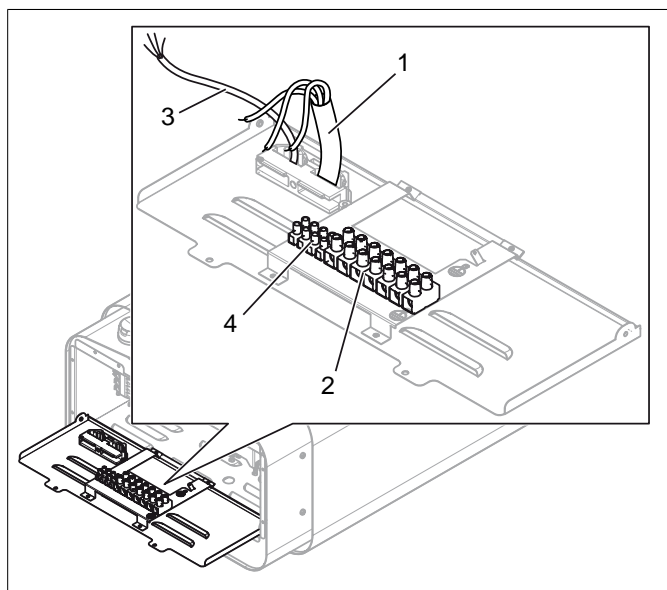
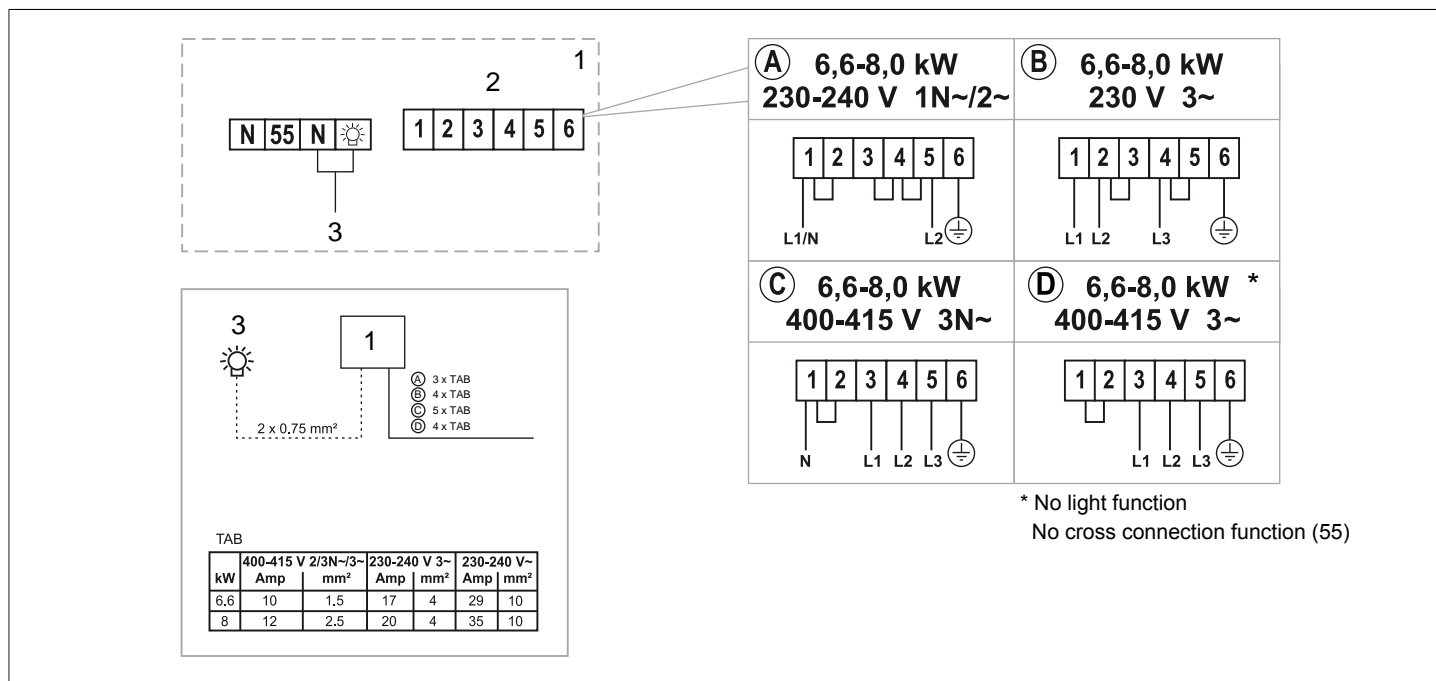

Fig 6: Kretskortet
Fig 12: Kopplingschema
Anslut elkabeln (1) i plint (2) (se **Fig 6**, sidan 4) enligt kopplingsschema (se Avsnittet **Anslutning/kopplingsschema**, sidan 6).
4. Anslut eventuell kabel till belysning (3) se **Fig 6**, sidan 4 till plint (4) enligt kopplingsschema **Fig 12**, sidan 6.
Vid inkoppling till spänningar eller fas-tal, som inte anges i kopplingschema **Fig 12**, sidan 6, kontakta Tylö kundservice.